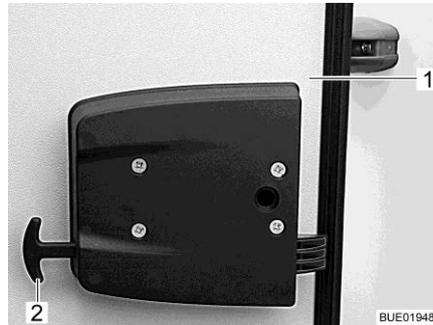

Fig. 38 Dispositif de déverrouillage de secours du portillon de garage
- Tirer sur les deux poignées du dispositif de déverrouillage de secours (Fig. 38,2).
- Pousser le portillon de garage (Fig. 38,1) vers l'extérieur.